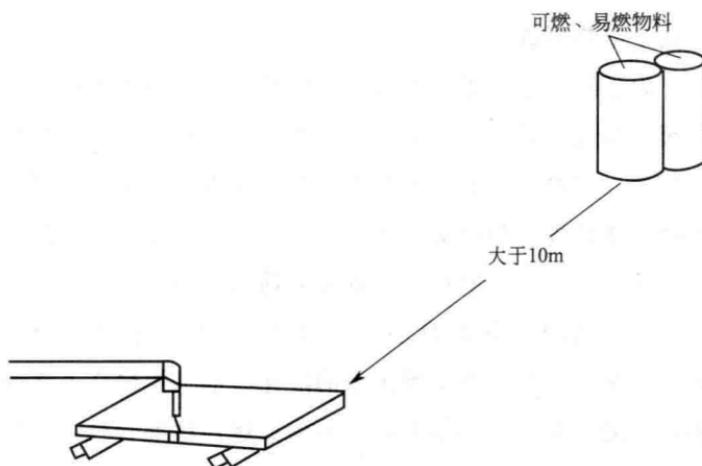
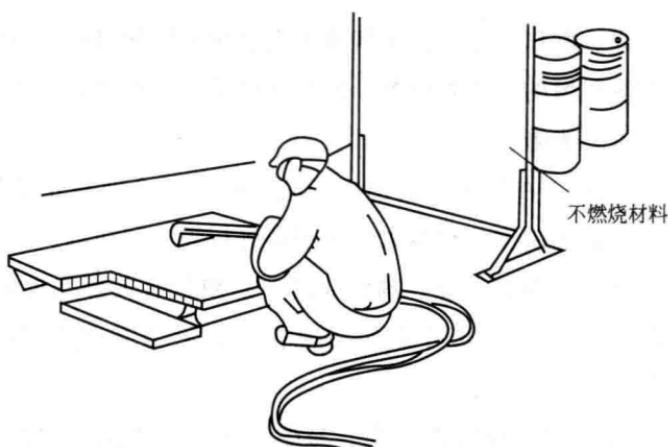

图 1-1 可燃、易燃物料与焊接作业点火源之间的距离
图 1-2 用不燃烧材料隔离可燃、易燃物料与点火源
① 焊工在焊接、切割中，应严格遵守企业规定的防火安全管理制度。在禁火区内不准进行焊接和切割。不得不在禁火区内进行焊、割作业时，必须报有关部门批准，办理动火证，采取可靠的防范措施后，方可进行动火操作。
② 焊接作业时的可燃、易燃物料，与焊接作业点火源之间的距离应大于 10m，如图 1-1 所示，并应用不燃烧材料隔离开，如图 1-2 所示。